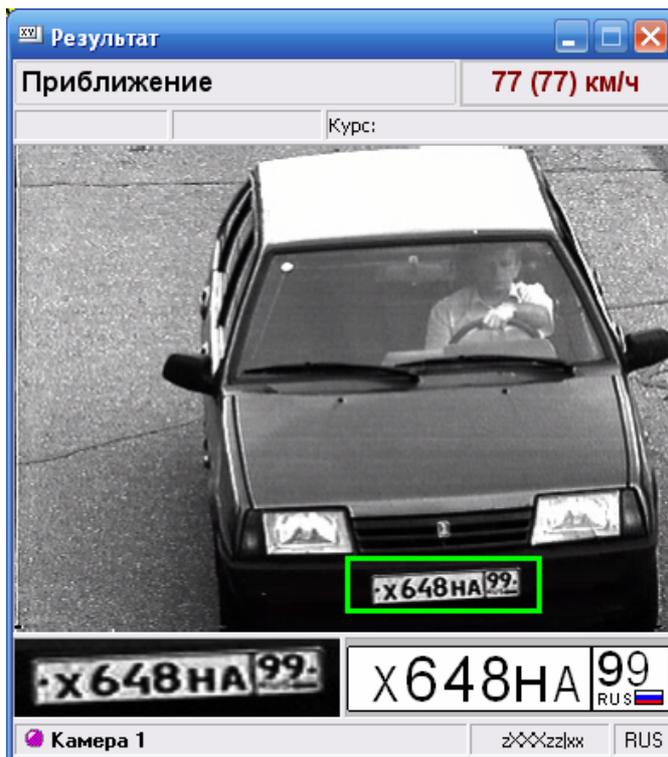

Рис. 5.1 – Окно «Результат»
5.1.2. Проследовать на транспортном средстве (далее ТС) через зону контроля ТВ-датчика. Убедиться, что камера из состава комплекса фиксирует ТС, и на монитор комплекса выводится результат (см. Рисунок 5.1):